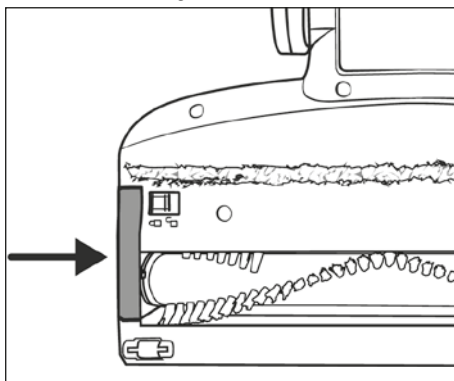

Fig. 27
- 5) Insérez le rouleau de brosse ❶ dans la brosse de sol ❷. Pour cela, tournez légèrement le rouleau brosse ❶ pour pouvoir l'utiliser plus facilement.
- 6) Remplacez le support de rouleau de brosse 20 dans la brosse de sol 22. Poussez-le vers le bas jusqu'à ce qu'il s'enclenche dans la brosse de sol 22 avec un clic (voir fig. 27).